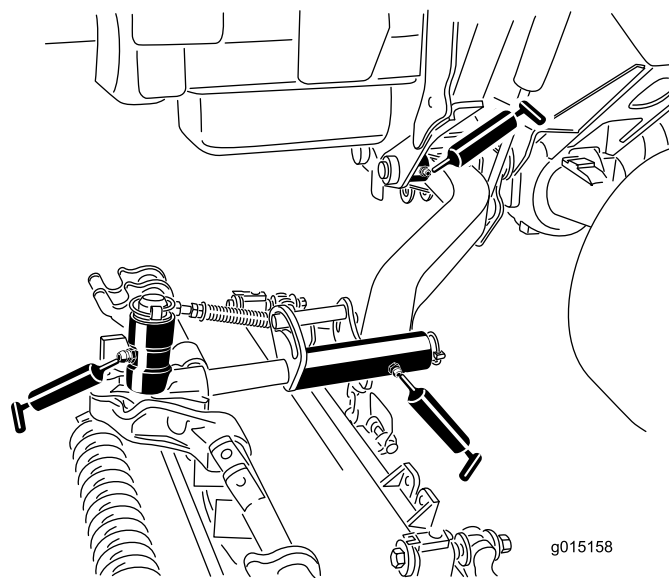

图 47
- 提升臂枢轴轴套每个滚刀组 1 个 (图 47)
- 滚刀组承载架每个滚刀组 2 个 (图 47)
- 滚刀组提升臂枢轴每个滚刀组 1 个 (图 47)